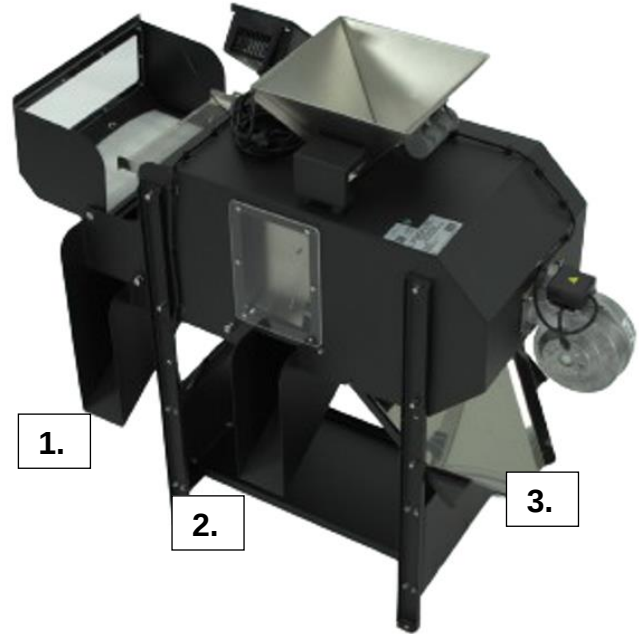

Abb. 4.3.2. Ausläufe
5.2 Betrieb Bedienungsanleitung Pollenreiniger • Eimer unter die Ausläufe des Geräts stellen (max. Höhe: 290 mm, Eimer nicht im Lieferumfang, siehe A, B, C Abb. 4.3.2.). Sauberer grober Pollen fällt durch den ersten Auslauf (unterhalb des Gebläsemotors - siehe 3. - Abb. 4.3.2.). Der zweite und dritte Auslauf (siehe 1. und 2. - Abb. 4.3.2.) führen Verunreinigungen ab. • Das Gerät einschalten (Gebläse, Vibration und Siebbewegung). • Pollen in den Trichter füllen (getrocknet - bis zur vollen Trichterkapazität, frisch bis ca. 40% oder gefrorenes Bienenbrot bzw. Saatgut). • Mit dem Schieber die Fallgeschwindigkeit des Pollens in den Luftstrom einstellen (siehe Abb. 5.2.1.). Den Knopf nach links drehen, um den Spalt zu verkleinern, nach rechts, um ihn zu vergrößern.